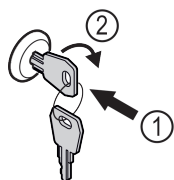

Fig. 46 Зображення для прикладу
- Вдавити ключ Fig. 46 (1).
- Повернути ключ на 90° за годинниковою стрілкою Fig. 46 (2).